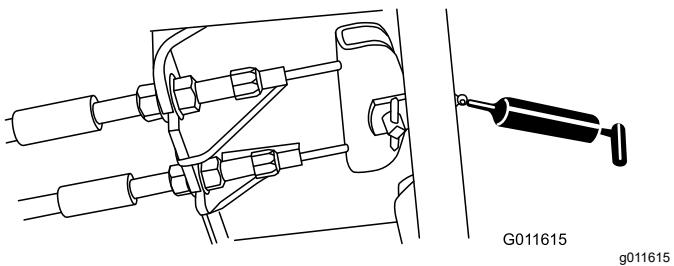

Рисунок 36
- Педаль тормоза (1 шт.) —Рисунок 36